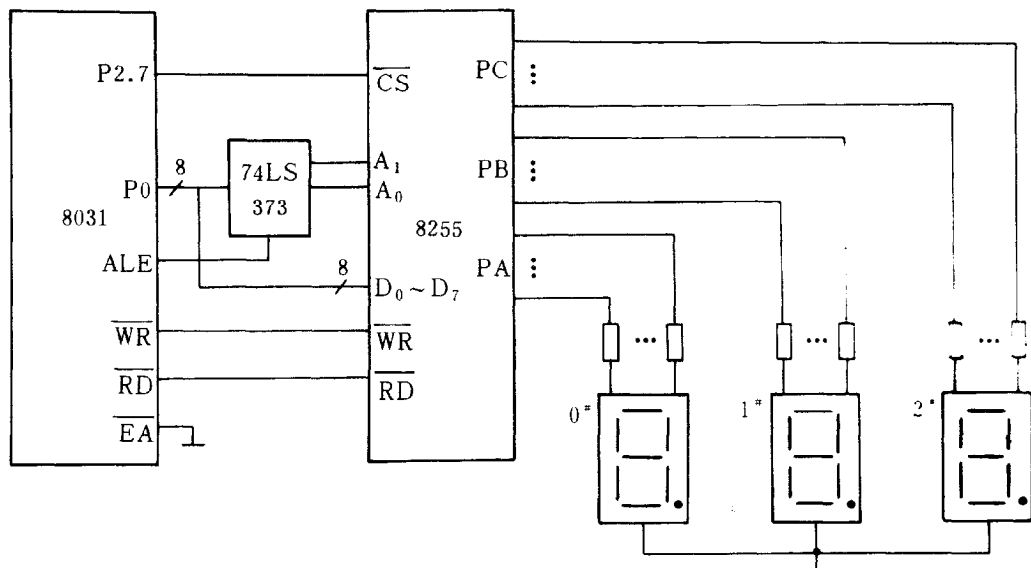

图 2
(1) 硬件连接如图 2 所示。
现要求利用图 84 所示电路编一程序，将 8031 片内存储器 30H、31H、32H 单元的数值（十六进制数 0~F 之间）分别显示于 0#、1#、2# LED 显示器上。所编程序采用查表法。将对应于 0~F 这 16 个数码的字段码依次存放在以 TABLE 为起始地址的存储单元中。然后根据地址指针 RI 的内容查表得到对应的字段码，送相应的 UO 口输出。图 2 中 8255 作于方式 0 输出，A 口、B 口、C 口和控制口的地址为 7F00H~7F03H。程序如下：